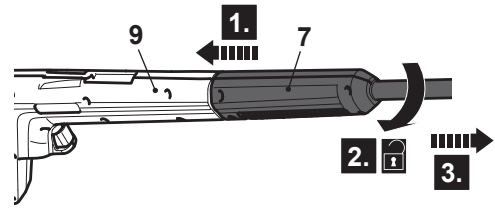

Fig. 6
2. Apăsăți lancea de extindere (7) spre pistolul de pulverizare (9) (Fig. 6, pasul 1) și rotiți-o în sens contrar acelor de ceasornic (pasul 2) pentru a o scoate (pasul 3).